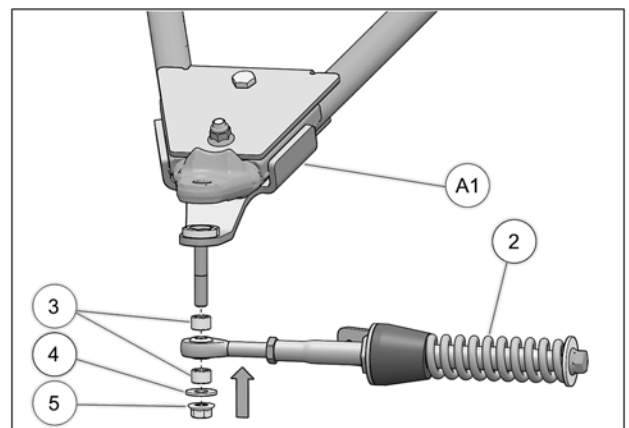

Fig. 19
10. Fixer le bras stabilisateur (2) à l'ancrage de suspension (A1) à l'aide des deux espaceurs (3), de la rondelle (4) et de l'écrou autobloquant (5). Serrer à un couple de $70 \text{ N}\cdot\text{m}$ [$52 \text{ lb}\cdot\text{pi}$]. Voir la Fig. 19